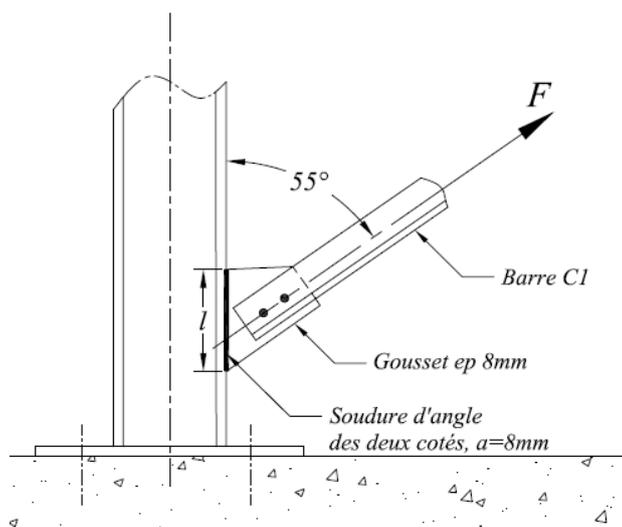

Fig. 5 : Détail A1 - Assemblage contreventement-poteau
7. La barre C2 est fixée sur le poteau P1 via un gousset avec deux boulons de classe 6.8 (fig. 5). Déterminez le diamètre de ces boulons.